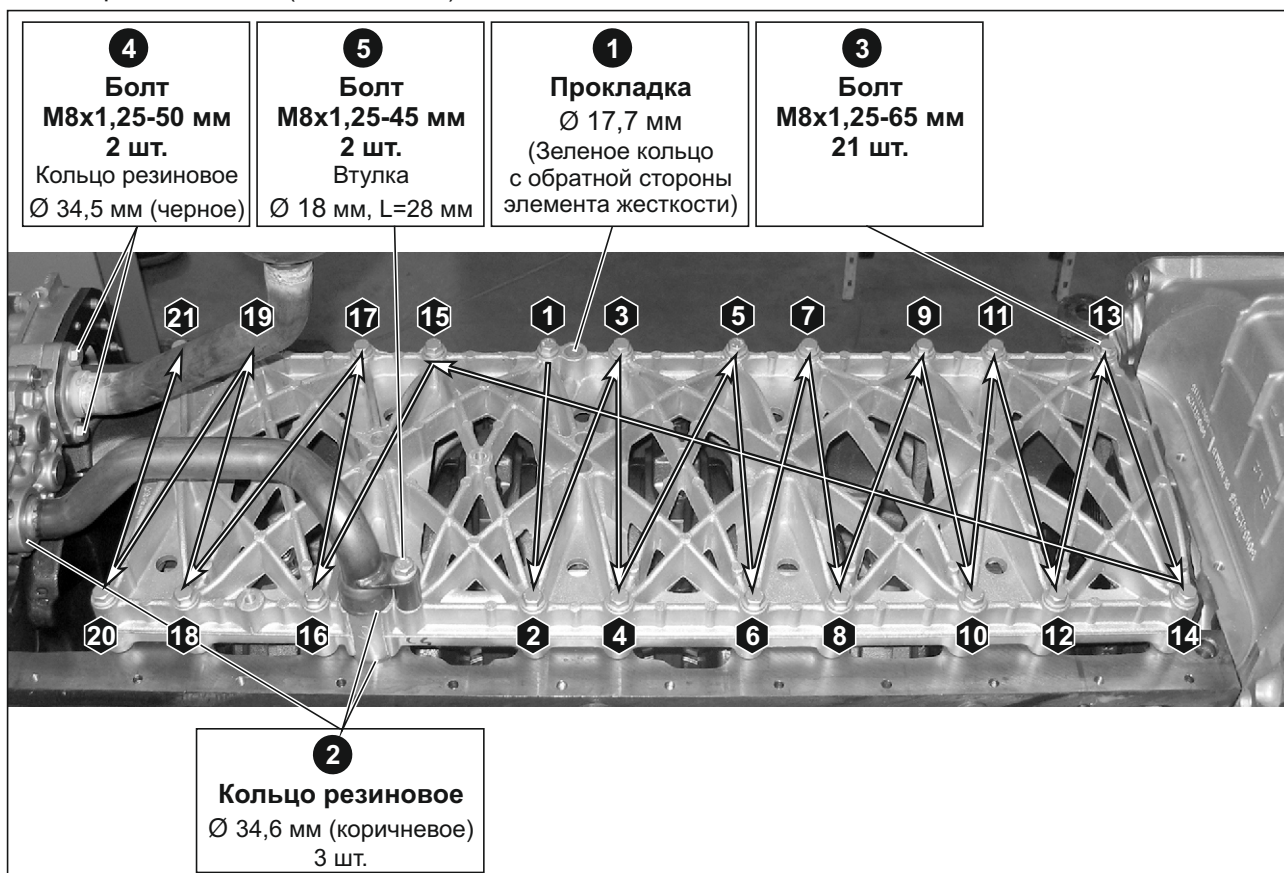

Рис. 111. Установка усилителя жесткости блока и масляного насоса.
1. Установить на усилитель жесткости блока кольца резиновые (2) и прокладку (1) (см. **Рис. 111**).
3. Навернуть болты крепления усилителя жесткости блока и затянуть  $M_{кр} = 30 \pm 6$  Нм, соблюдая порядок затяжки (см. **Рис. 111**).
5. Затянуть болты (4) (см. Рис. 111) патрубка маслозаборного  $M_{кр} = 20 \pm 4$  Нм.
7. Установить втулку и затянуть болт (5) (см. Рис. 111).